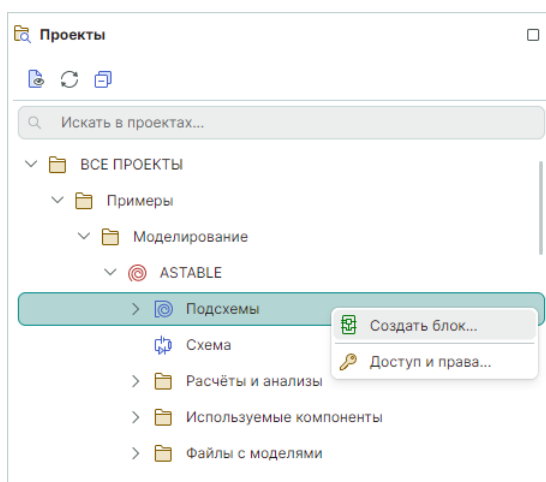

Рис. 31 Создание подсхемы
1. Вызовите контекстное меню для узла «Подсхемы» → «Создать блок», см. Рис. 31.